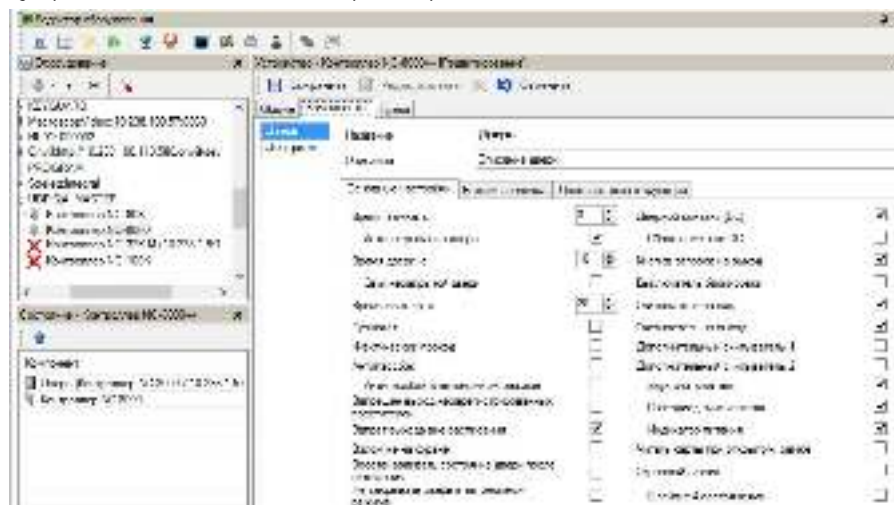

Рисунок 33. Настройка контроллера в ParsecNET 3
- интерфейса NI-A01-USB (рисунок 33);